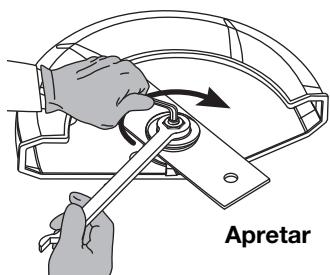

Fig. 21
5. Mientras sujetá la llave tipo "Allen" en el orificio del husillo, apriete la tuerca girando la llave hacia la derecha hasta que quede apretada (Fig. 21).